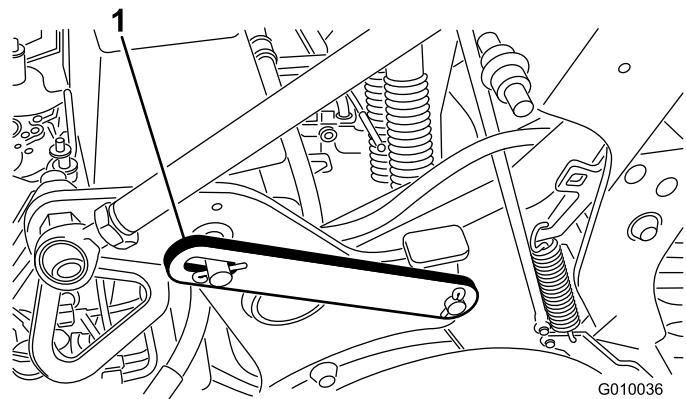

図 21
2. ラッチを収納位置に止めているクリップ・リングを外す(図21)。